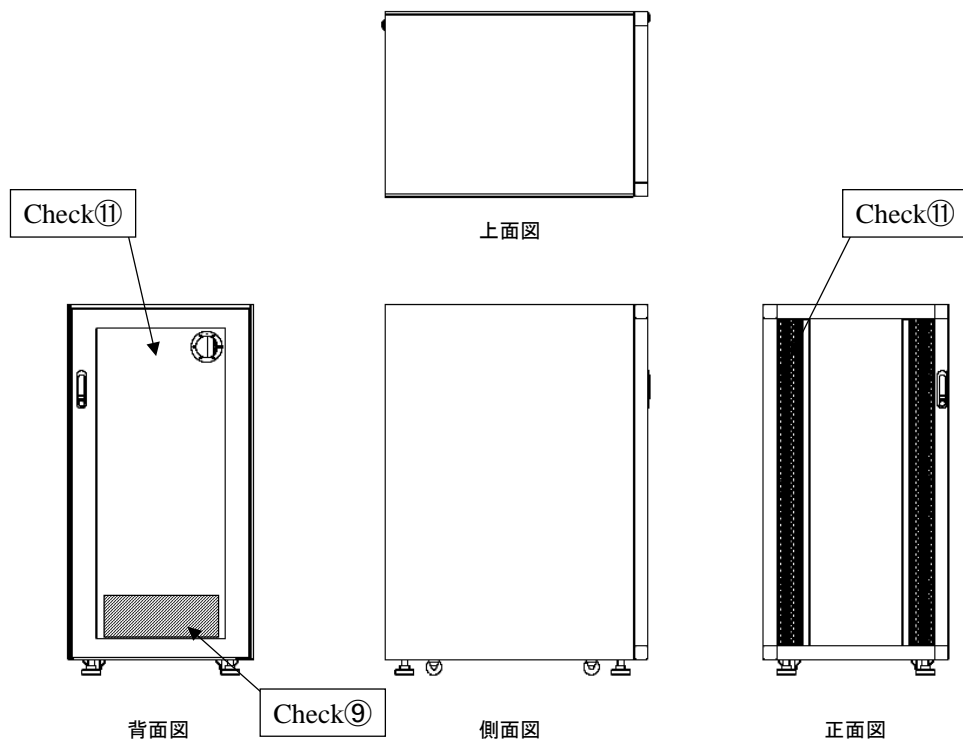

図 4-5: ラック外観図
Check⑪: ラック扉の開口率(ドア全体に対する空気の通る割合) (図 4-5 参照)